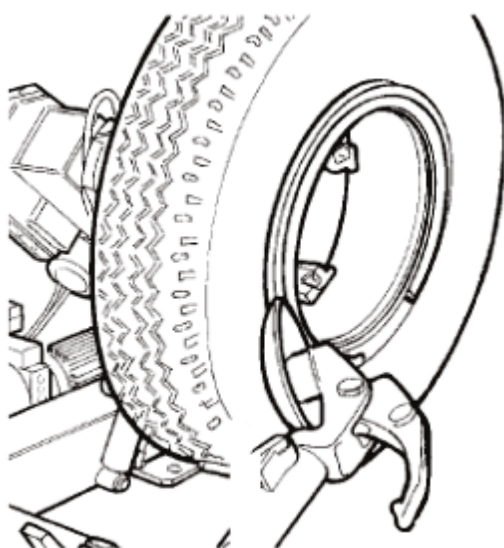

Рис. 29
- 4) Установите отбортовочный диск к ободу (рис.29).